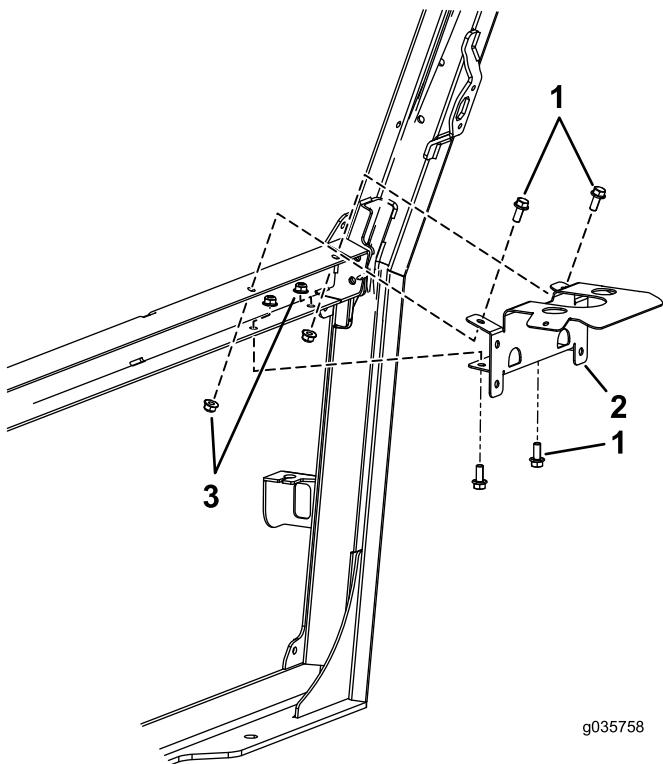

Figure 6
1. Fixez le support au cadre à l'aide de 4 boulons (5/16" 2x 3/4") et 4 écrous à embase (5/16"), comme montré à la Figure 6.